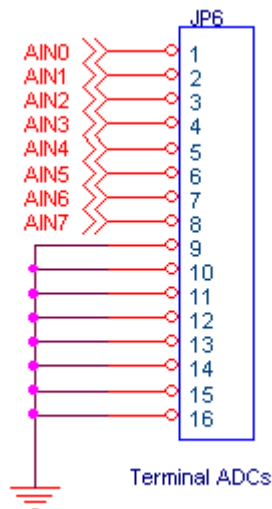

FIG. 3.
Se suministran ocho (8) terminales de tierra. Kanalog tiene un único plano de tierra, por lo que por este motivo, pueden utilizarse como cualquier conexión de tierra digital o analógica. (Ver Fig.3)